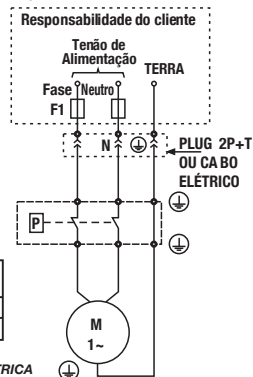

FIGURA 3 - ESQUEMA DE LIGAÇÃO ELÉTRICA
- 5.1 Consulte um técnico especializado para avaliar as condições gerais da rede elétrica e selecionar os dispositivos de alimentação e proteção adequados, instalando conforme orientação (Figura 3).
**7. Garantia do motor elétrico:** A garantia do motor elétrico somente será concedida, se for seguida a orientação de instalação de acordo com o diagrama (Figura 3 - pág. 13).